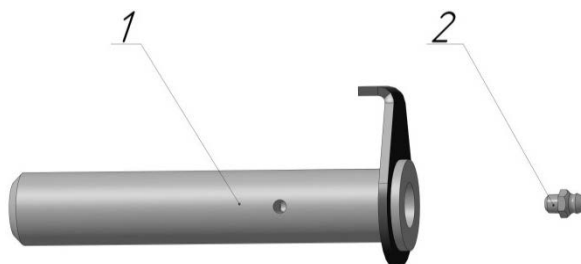

Рис. 2.5 – БЗ-V.00.060, БЗ-V.00.060-01 болт
2.5. Состав болтов БЗ-V.00.060, БЗ-V.00.060-01 приведен на рис. 2.5 и в таблице 2.5.